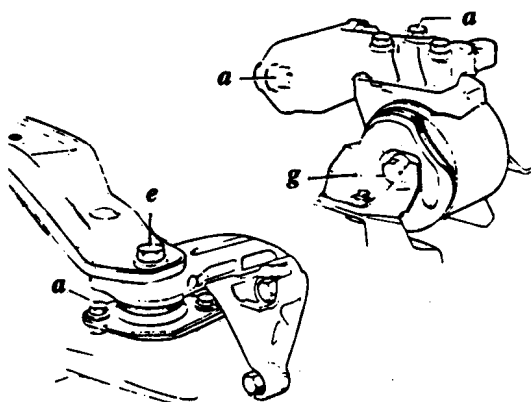

图 1-3 总成支座
- (2) 驱动轴与法兰：45N·m
- (3) 助力转向泵与支架：20N·m
- (4) 总成支座（图 1-3）各处的拧紧力矩如下：